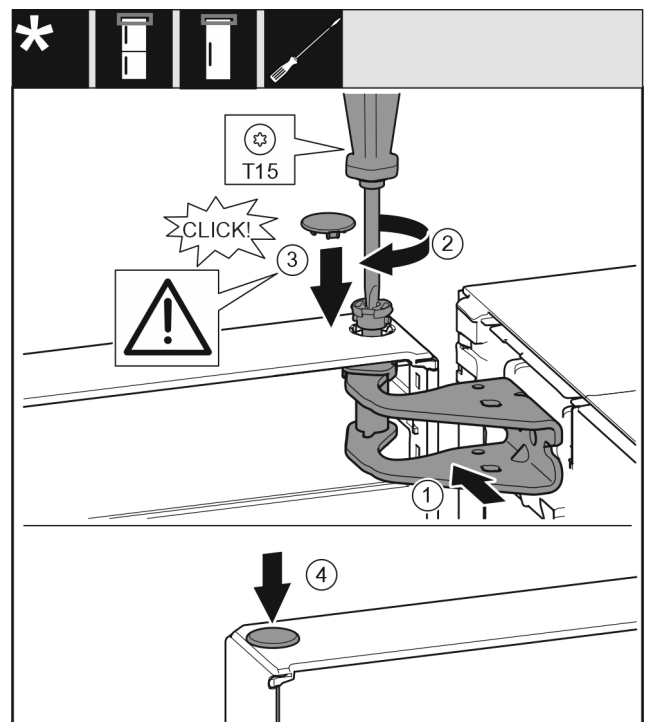

Fig. 21
- Tür oben zur Öffnung im Lagerbock Fig. 21 (1) ausrichten.
- Bolzen Fig. 21 (2) einsetzen und mit Schraubendreher festschrauben.
- Abdeckung Fig. 21 (3) einsetzen.
- Kontrollieren, dass die Abdeckung Fig. 21 (3) auf der Tür aufliegt.
- Abdeckung Fig. 21 (4) einsetzen.